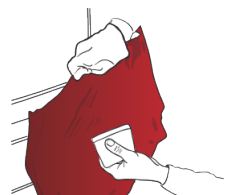

Figure 22
- › Si nécessaire, décoller, retendre le film, envelopper complètement la surface convexe et l'appliquer. (FIG. 22)